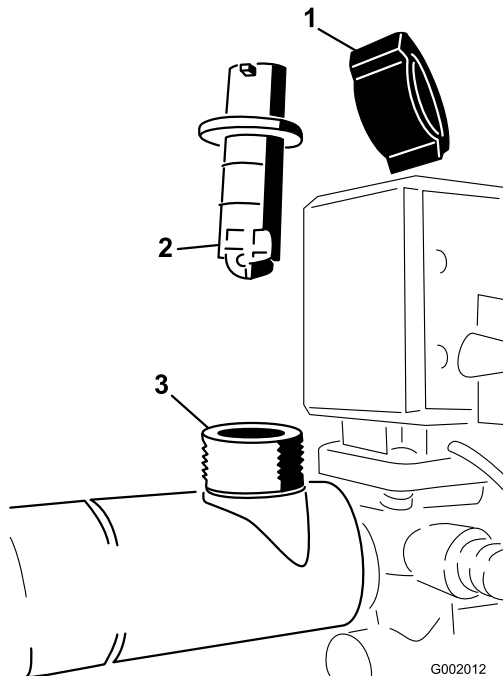

Figura 68
2. Retire la tapa del cuerpo del caudalímetro (Figura 68).